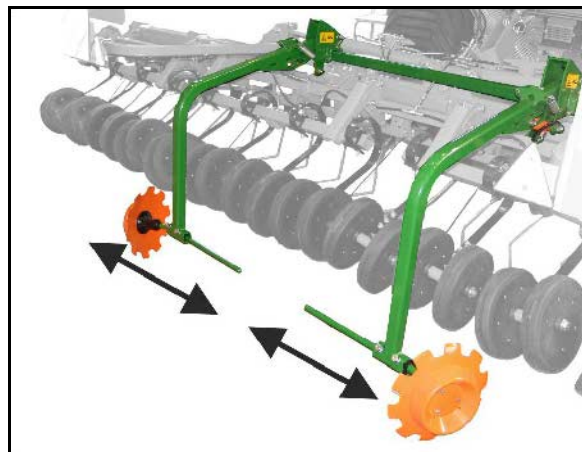

Fig. 58
- устройство переключения техколеи закрывает в распределительной головке посредством заслонки (Рис. 58/1) подвод посевного материала к семяпроводам (Рис. 58/2) сошников техколеи;
Подача посевного материала к сошникам техколеи прерывается, как только электромотор (Рис. 58/3) закрывает соответствующие семяпроводы (Рис. 58/2) в распределительной головке.
Датчик (Рис. 58/4) проверяет, надлежащим ли образом работают заслонки (Рис. 58/1), открывающие и закрывающие семяпроводы (Рис. 58/2).